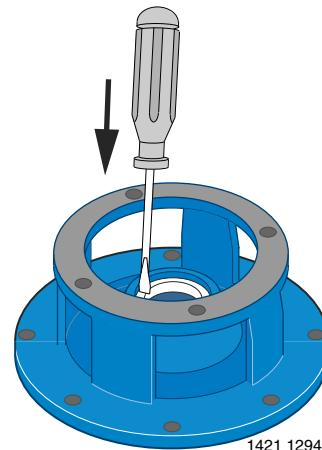

Figura 5
Paso 9. Coloque el adaptador/ la placa de estanqueidad boca abajo sobre el banco y extraiga la mitad estacionaria del sello fuera del adaptador/placa de estanqueidad golpeteando cuidadosamente con el destornillador y con el martillo (Figura 5).